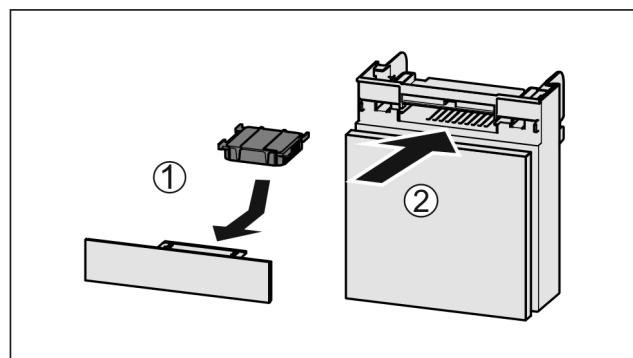

Fig. 135
- ▶ Aktivni ogljeni filter vstavite Fig. 135 (1) skladno s prikazom na sliki.
- ▶ Predal potisnite noter Fig. 135 (2).